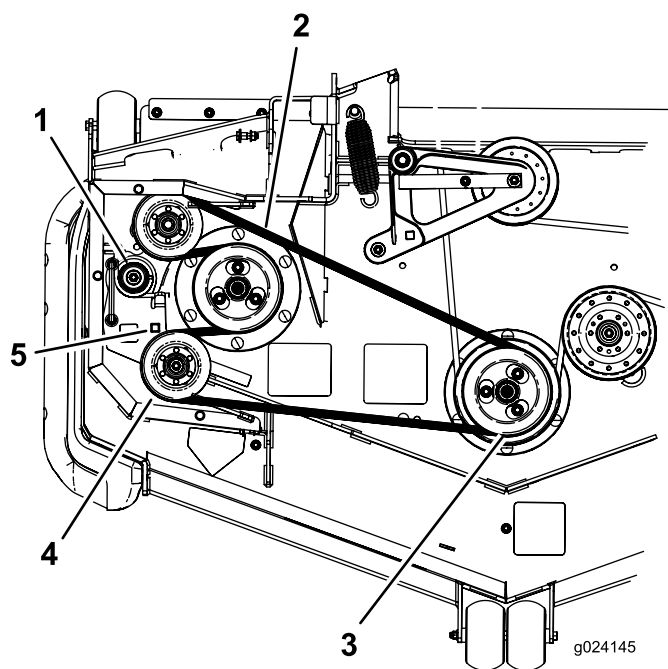

Figura 69
7. Utilice una llave de carraca en el taladro cuadrado del brazo tensor para aliviar la tensión del muelle tensor (Figura 69).